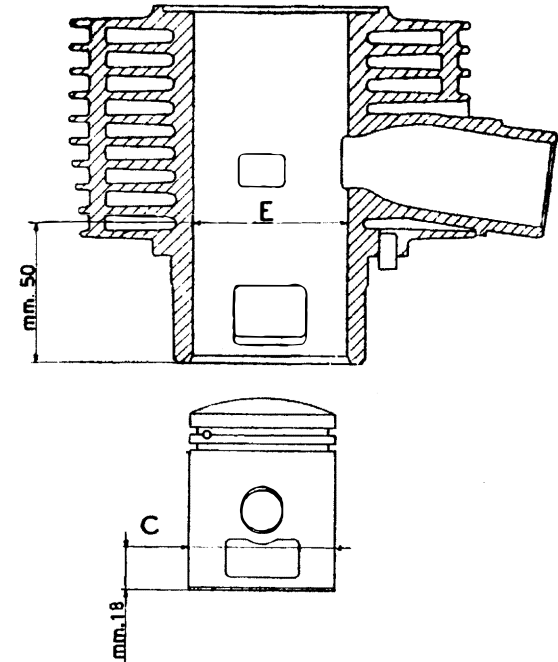

Fig. 13
* **Note:** The readings «C» of piston, for determining «A», have been taken on different sections to those of the mods. VNA - VN1 - VN2 (see note at fig. 13).
* **Nota:** Los valores «C» de los pistones para el cálculo de los juegos «A» se toman en secciones distintas de las de los modelos VNA - VN1 - VN2 (ver advertencia en la fig. 13).